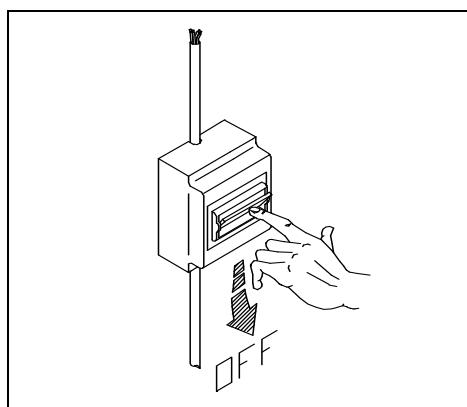

Рис. 5-1
N.B.: Перед проведением любых работ по техническому обслуживанию, отключите машину от сети. (рис. 5-1)
N.B.: Before any technical service, disconnect the machine from the mains. (fig. 5-1)
N.B.: Vor jedem Kundendienst die machine vom stromnetz ausschalten. (fig. 5-1)
N.B.: Avant de toute intervention, débrancher l'appareil de l'électricité. (fig. 5-1)
N.B.: Desconecte siempre el aparato de la red antes de cualquier operación de arreglo. (fig. 5-1)
N.B.: Antes de qualquer intervento tecnico, desligar a máquina da rede eléctrica. (fig. 5-1)
N.B.: Alvorens technische ingrepen aan het apparaat uit te voeren moet het apparaat van het elektriciteitsnetafgekoppeld worden. (Afb. 5-1)